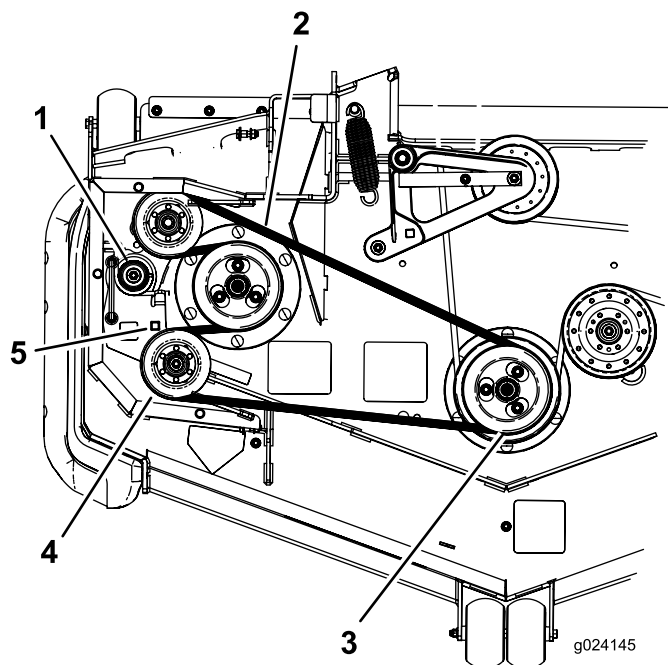

Figure 72
7. Insérez un rochet dans le trou carré du bras de la poulie de tension pour détendre le ressort de la poulie (Figure 72).